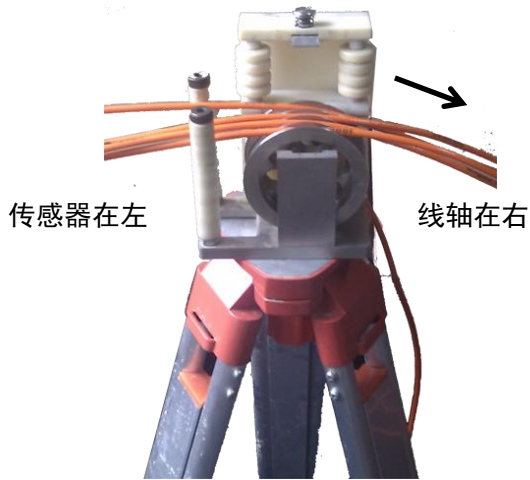

图 4.1.1 深度记录装置安装
- ① 将三脚架调整到合适的高度，并将深度记录装置安装在三脚架的云台上；如图 4.1.1 所示。